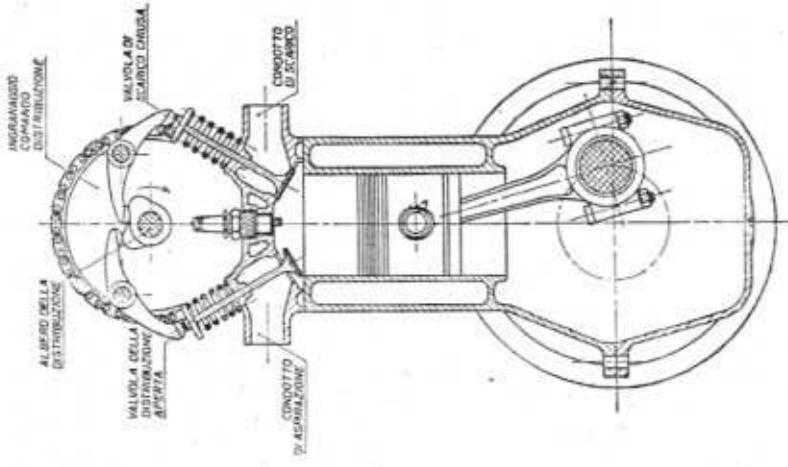

Fig. 1.
*Prima fase - Aspirazione:* la valvola di aspirazione è aperta, quella di scarico è chiusa. Lo stantuffo, scendendo dal punto morto superiore a quello inferiore, lascia il vuoto nella parte superiore del cilindro e la miscela preparata dal carburatore affluisce, spinta dalla pressione atmosferica, a riempire il cilindro stesso (fig. 1).